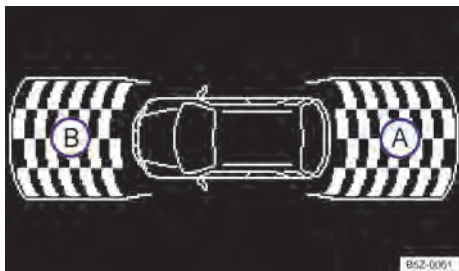
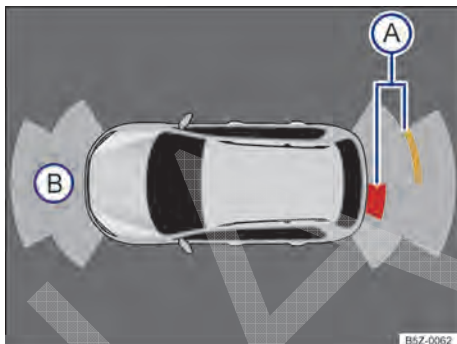

Fig. 115 Exibição do display do controle de distância de estacionamento dianteiro e traseiro no rádio (não disponível para algumas versões).
Fig. 116 Exibição do display do controle de distância de estacionamento dianteiro e traseiro no aparelho de navegação (não disponível para algumas versões).
Dependendo da versão do veículo, será exibido no display do rádio (não disponível para algumas versões) \Rightarrow Fig. 115 a área examinada pelos sensores de ultrassom na parte dianteira (B) e traseira (A) do veículo. Possíveis obstáculos são exibidos tomando o veículo como ponto de referência \Rightarrow .
Dependendo da versão do veículo, será exibido no display do aparelho de navegação (não disponível para algumas versões) \Rightarrow Fig. 116 a área examinada pelos sensores de ultrassom na parte dianteira e traseira do veículo. Possíveis obstáculos são exibidos tomando o veículo como ponto de referência \Rightarrow .
\Rightarrow Fig. 115 ou \Rightarrow Fig. 116	Significado
Dependendo da versão, serão mostradas as áreas examinadas em vários segmentos em um gráfico \Rightarrow Fig. 116. Quanto mais o veículo se aproximar de um obstáculo, mais o segmento se aproximará do